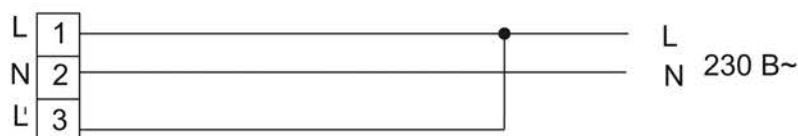

Рисунок 3
– присоединить подготовленные концы сетевого кабеля к винтовым зажимам клеммной колодки согласно маркировке (рисунок 3):
2) фазный некоммутированный проводник сети – подключить к контактному зажиму (L);
3) нейтральный проводник сети – подключить к синему зажиму (N);